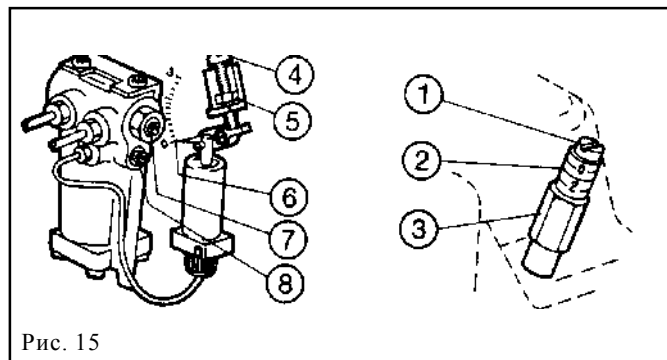

Рис. 15
4.2.4. Настройка маленького запускового пламени (Рис. 15)
4.2.6. Настройка большого пламени (Рис. 15)